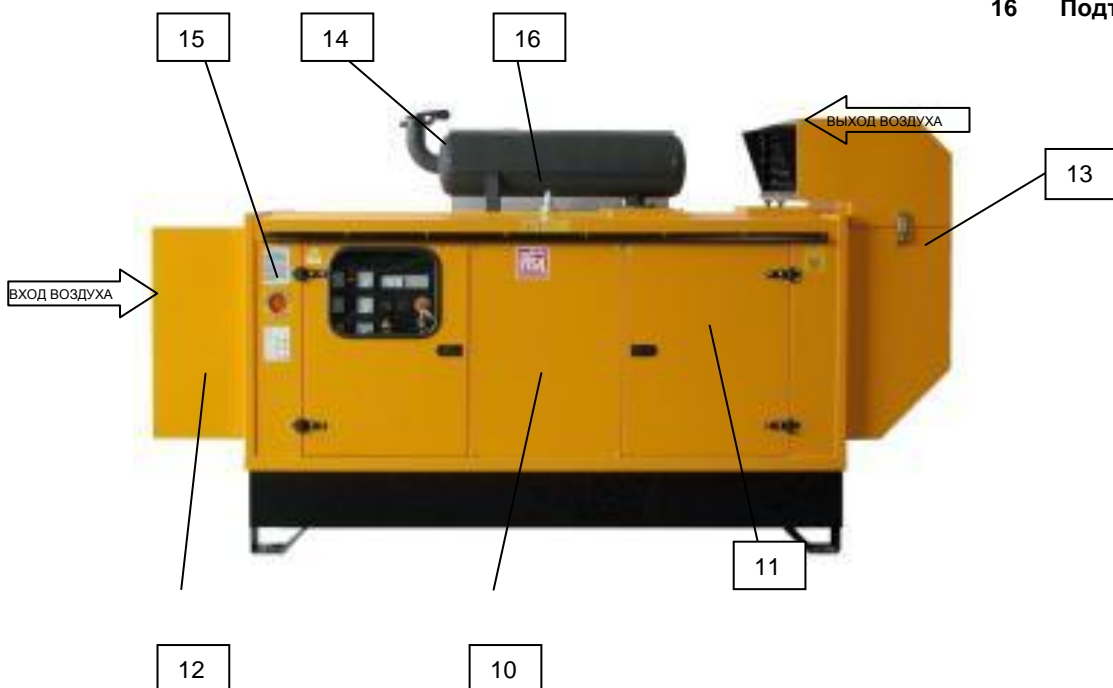

рис. 1
2.2. Двигатель (часть 1, рис. 1)
2.3. Генератор переменного тока (часть 2, рис. 1)
2.4. Опорная рама / топливный бак (часть 5, рис. 1)
2.5. Панель управления (часть 3, рис. 1)
2.6. Защитный кожух (часть 10, рис. 1)
2.7.1. Глушители выхлопа (часть 14, рис. 1)
2.7.2. Глушители шума (часть 12-13, рис. 1)